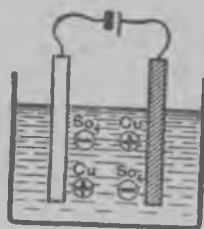

Рис. 50.
5. Озуттуа стрелкойл, куй маткатах ионат васки купоросан раствoras (рис. 50) пиāстāхуб сийд лāби токкан.